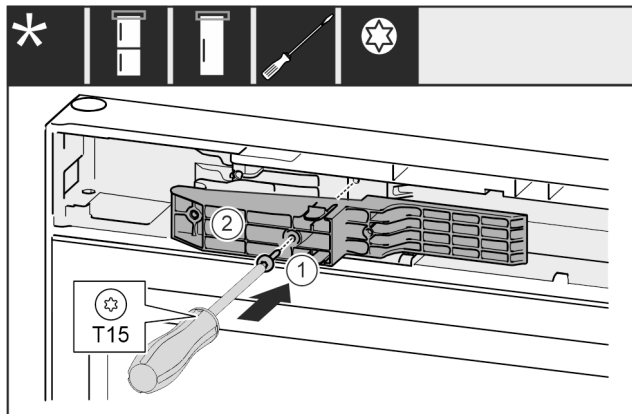

Fig. 64 *
- ▶ Вставьте деталь адаптера Fig. 64 (1) в выемку на стороне ручки.*
- ▶ Затяните винт Fig. 64 (2) отверткой.*